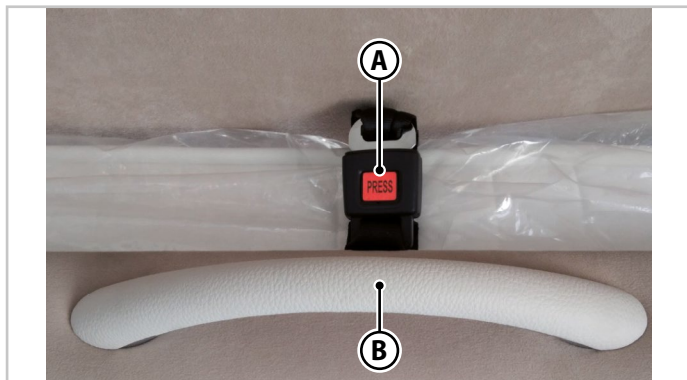

Fig.6.14 - Cama basculante delantera
1. Desbloquee el dispositivo de seguridad (**A** - Fig.6.14).
2. Accione la manivela de movimiento (**B** - Fig.6.14) y ponga la cama en la posición final.
1. Accione la manivela de movimiento (**B** - Fig.6.14) y ponga la cama en la posición final.
2. Vuelva a fijar la cama utilizando el dispositivo de seguridad (**A** - Fig.6.14).